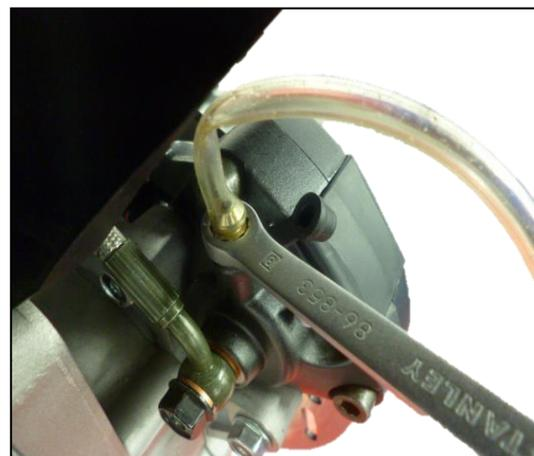

Fig. 4.34
1. Conecte una manguera al tornillo de drenaje, accione la palanca del freno, abra el tornillo de drenaje  $\frac{1}{2}$  giro, y ciérrelo después de observar que una cantidad de fluido conservativa sale por este conducto acompañado de burbujas. **Fig. 4.34**